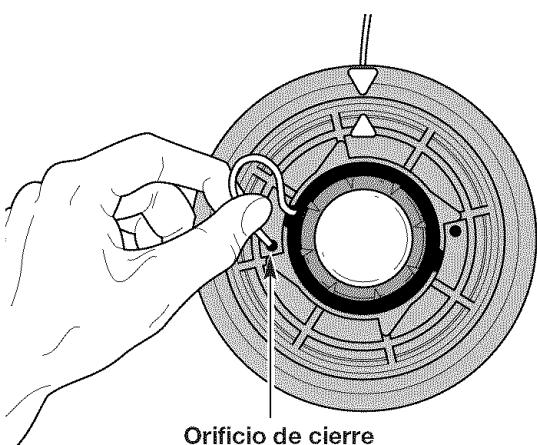

Fig. 16
3. Inserte la línea en el orificio de cierre no más de 1/2 pulgada (12.7 mm) (Fig. 16). No empuje la línea demasiado adentro del carrete interior. Cuando la línea se inserta en forma correcta, se forma un pequeño bucle.